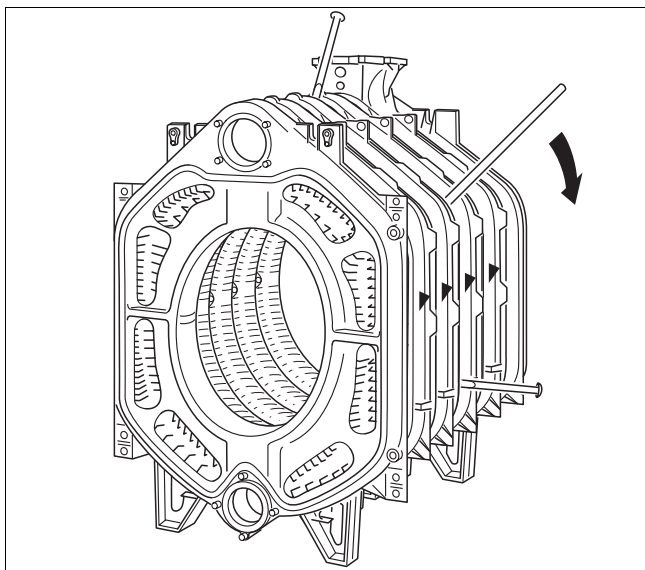

Fig. 25 Separare il blocco caldaia
- Inserendo a forza (battendo) dei cunei piatti o degli scalpelli nei punti previsti, sopra e sotto tra gli elementi della caldaia, separare la caldaia nel punto non ermetico (→ fig. 25).